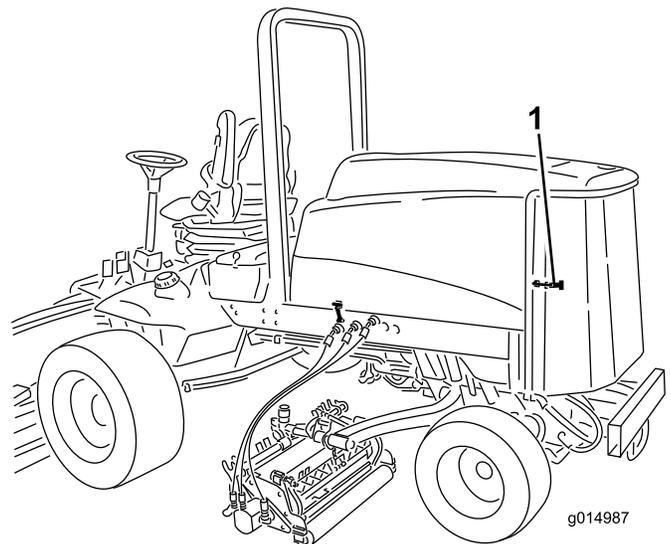

Bild 74
1. Entriegeln und schwenken Sie das hintere Drehgitter in die geöffnete Stellung (Bild 74). Entfernen Sie alle Schmutzrückstände aus dem Drehgitter.